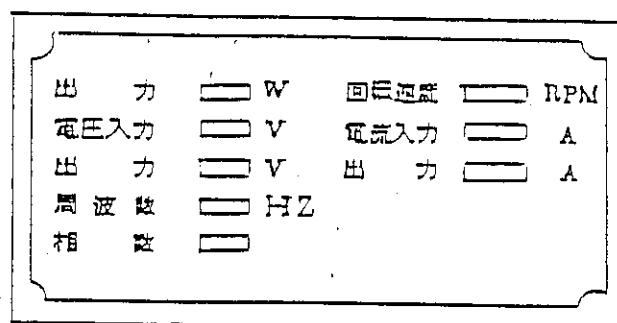

図2 2種銘板
- 2) 2種銘板は、器材等の見やすい位置に取付け、この仕様書2.5.3表4の9を表示する（図2参照）。